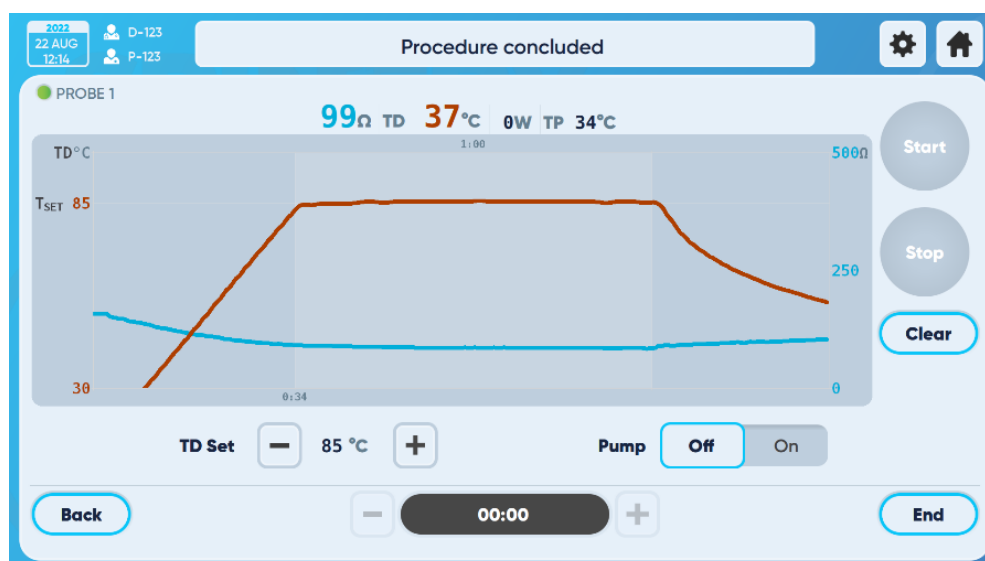

Figura 31 - Schermata di procedura conclusa
4. Al termine del processo di creazione dell'ablazione, verrà visualizzata la schermata Procedura conclusa (Figura 31)